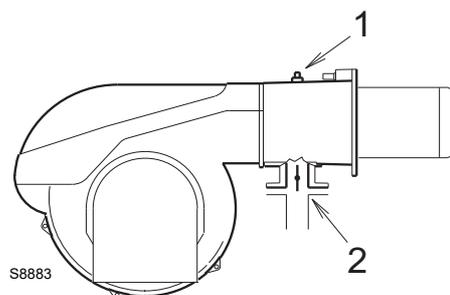

Fig. 22
Pression gaz mesurée à la prise 1)(Fig. 22, page 21), avec:
Perte de charge vanne papillon gaz 2)(Fig. 22, page 21) avec ouverture maximale: 90°
- Soustraire de la pression du gaz à la prise 1)(Fig. 22, page 21) la pression de la chambre de combustion.
Pression de gaz à la prise 1)(Fig. 22) = 11,7 mbar
Pour connaître par contre la pression de gaz nécessaire à la prise 1)(Fig. 22), après avoir défini la puissance de modulation maximale à laquelle on désire faire fonctionner le brûleur:
- Lire sur la droite, colonne 1, la pression à la prise 1)(Fig. 22).
Pression nécessaire à la prise 1)(Fig. 22).